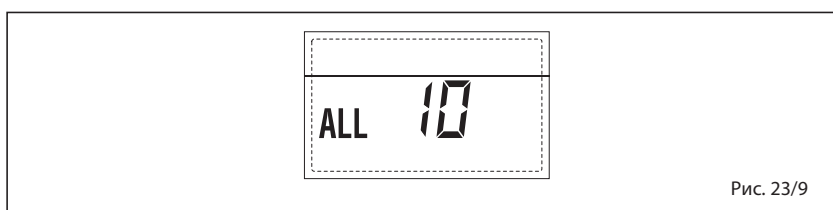

Рис. 23/9
– СРАБАТЫВАНИЕ ДАТЧИКА ДЫМОВ, «ТРЕВ. 13» (рис. 23/10)